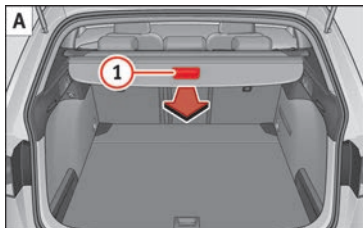

Fig. 161 En el maletero: desenrollar y enrollar la bandeja portaobjetos.
• Tire uniformemente de la bandeja portaobjetos por el asidero »» fig. 161 ① A hacia atrás y extráigala hasta el tope hasta que encastre de forma audible.
• Presione sobre el asidero de la bandeja portaobjetos en el sentido de la flecha hasta desbloquearla »» fig. 161 B.